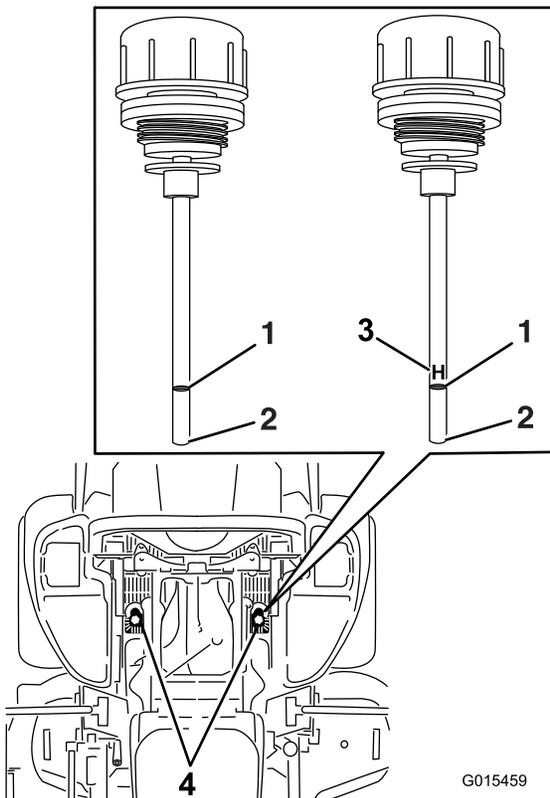

Figura 100
5. Limpie la zona alrededor de las varillas de los depósitos del sistema hidráulico (Figura 100).
6. Retire una varilla del depósito hidráulico (Figura 100).
8. Retire la varilla e inspeccione el extremo (Figura 100).